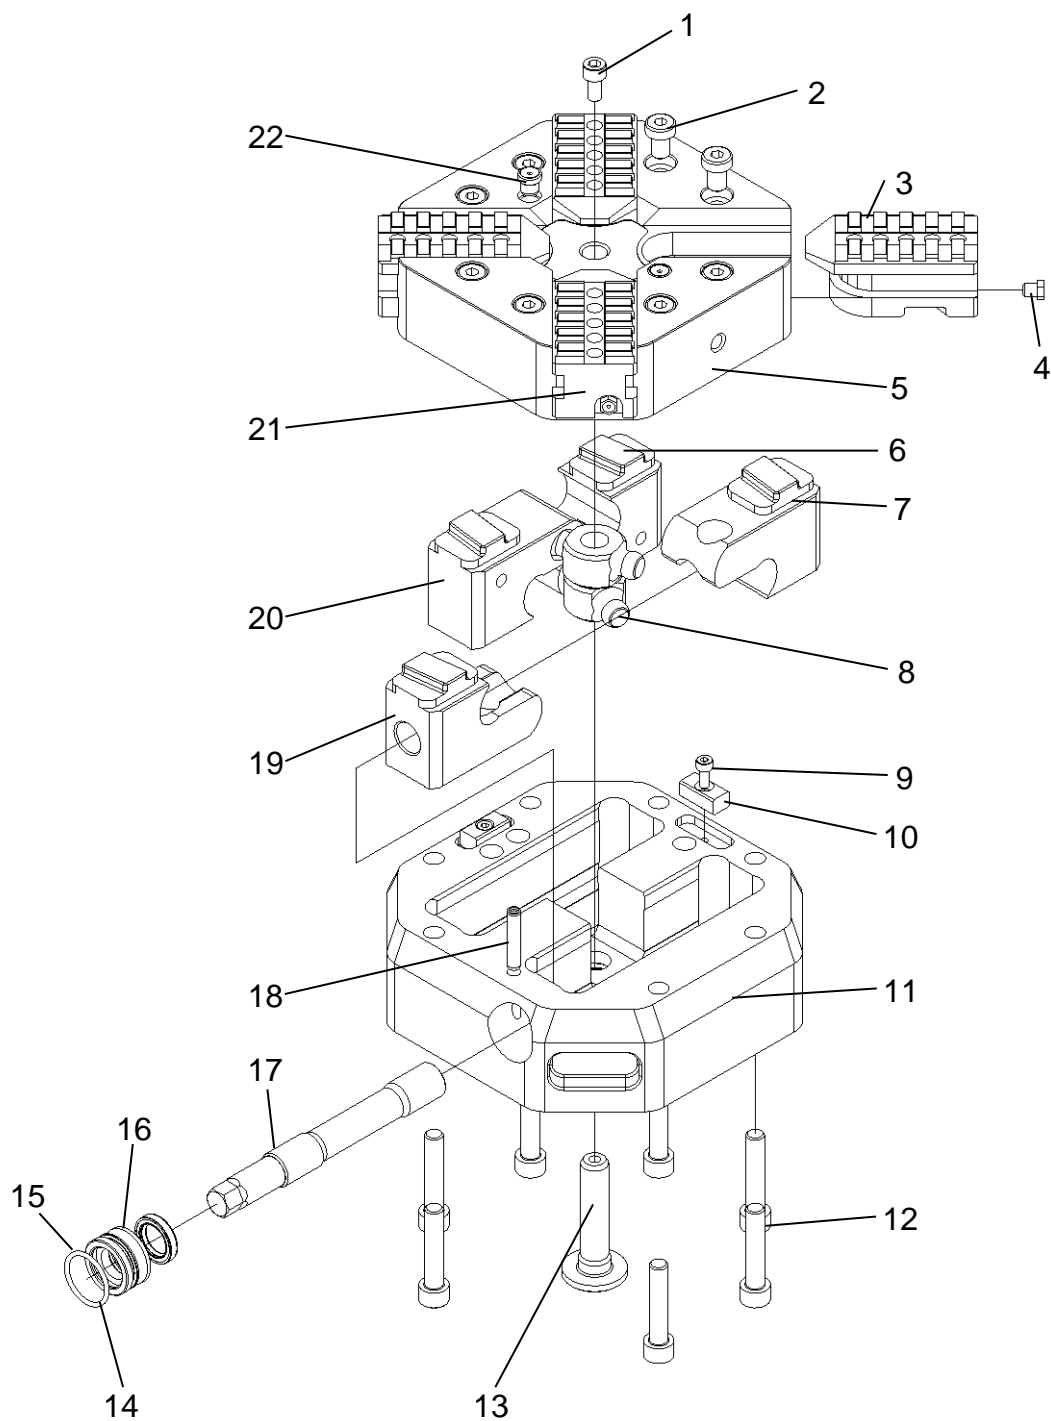

Abb. 8-1: Ersatzteile InoFlex® VF016 – VF026
Schritt 1 Suchen Sie in der Abbildung 8-1 das gewünschte Ersatzteil.